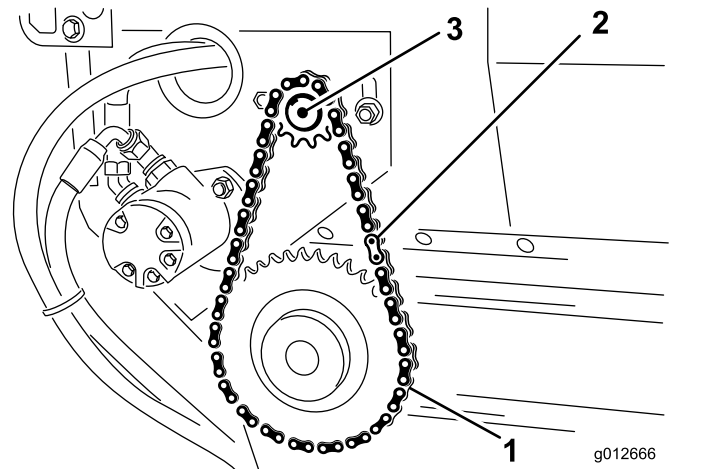

Bild 33
1. Montieren Sie die Förderbandkette auf das kleine Kettenrad und sichern Sie die Kette mit dem Hauptkettenglied (Bild 33).